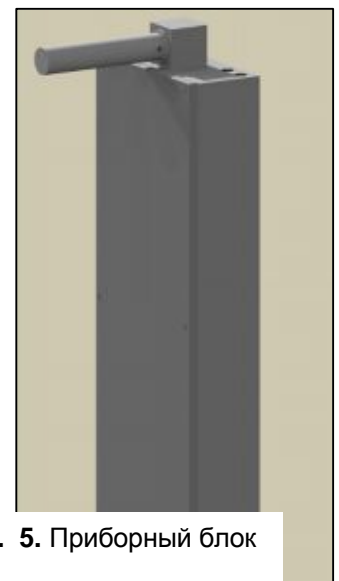

Рис. 5. Приборный блок
- Блок показан на рис. 5, имеет размеры: 1000mm длина x 330mm ширина x 150mm глубина (340mm с кондиционером), и имеет следующие устройства;